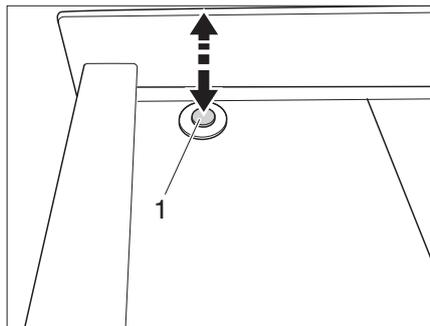

Fig. 6 Verrouillage central - verrouiller
► Appuyer sur le bouton-poussoir (Fig. 6,1). Le bouton-poussoir est relâché (Push-Lock). Les portillons et les tiroirs du bloc cuisine sont déverrouillés.